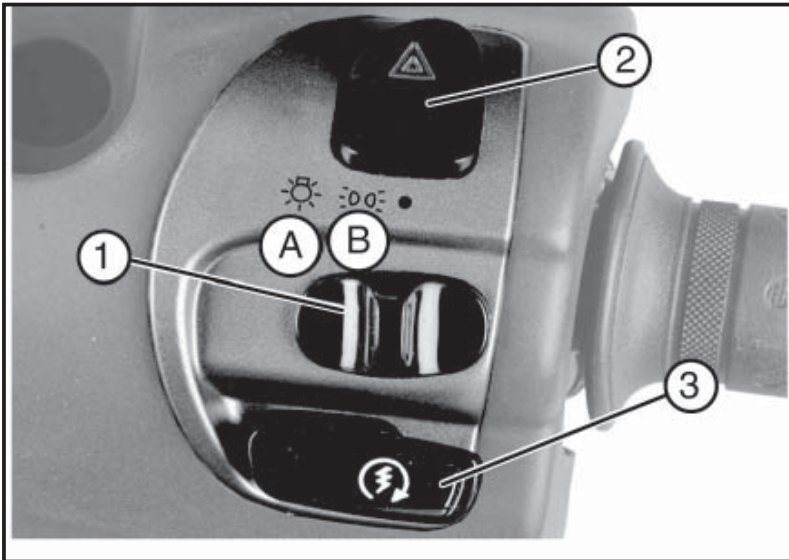

Abb. 01
4.10 - RECHTE BEDIENELEMENTE AM LENKER (Abb. 01)